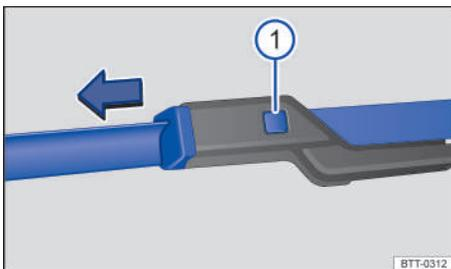

Fig. 142 En el parabrisas: cambio de las escobillas limpiacristales del parabrisas.
① Tecla de desbloqueo
3. Mantenga presionada la tecla de desbloqueo y retire al mismo tiempo la escobilla en el sentido de la flecha → fig. 142 ①.